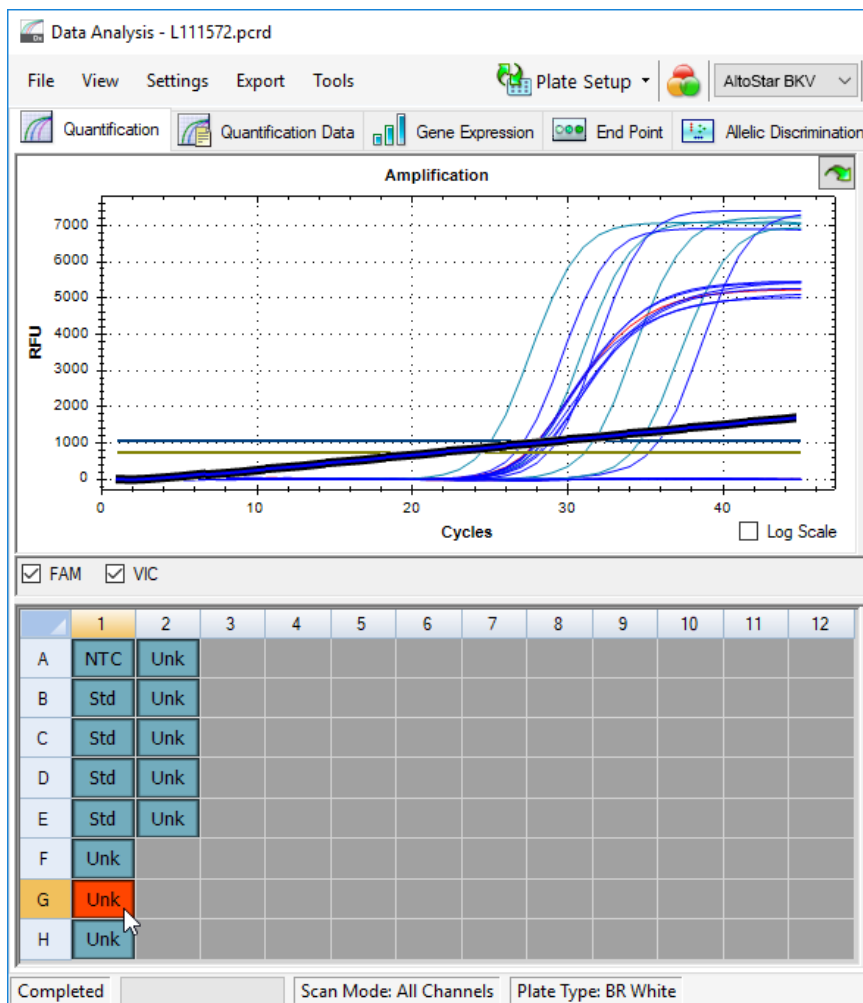

Abb. 6: Fenster Data Analysis (Datenanalyse): irreguläres PCR-Signal
- Identifizieren Sie Wells mit irregulären PCR-Signalen (lineare Signalzunahme, Signalspitzen usw.) in den Detektionskanälen FAM™ (BKV-Ziel) und VIC™ (IC) (siehe Abbildung 6).